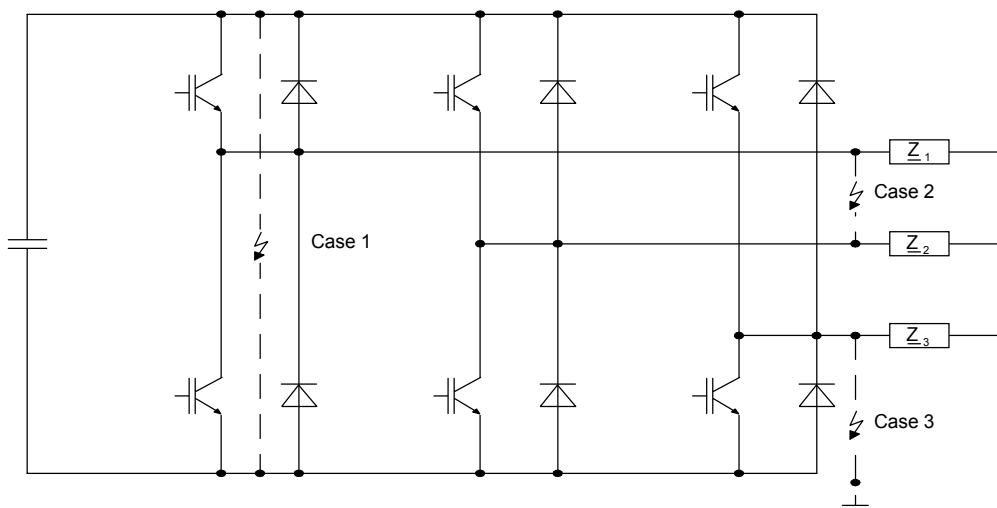

Рис.3.50 Неисправности, связанные с токами
- замыкание плеча (case 1 на рис.3.50)
- замыкание в нагрузке (case 2 на рис.3.50)
## Перегрузка по току через общий провод (case 3 на рис.3.50)